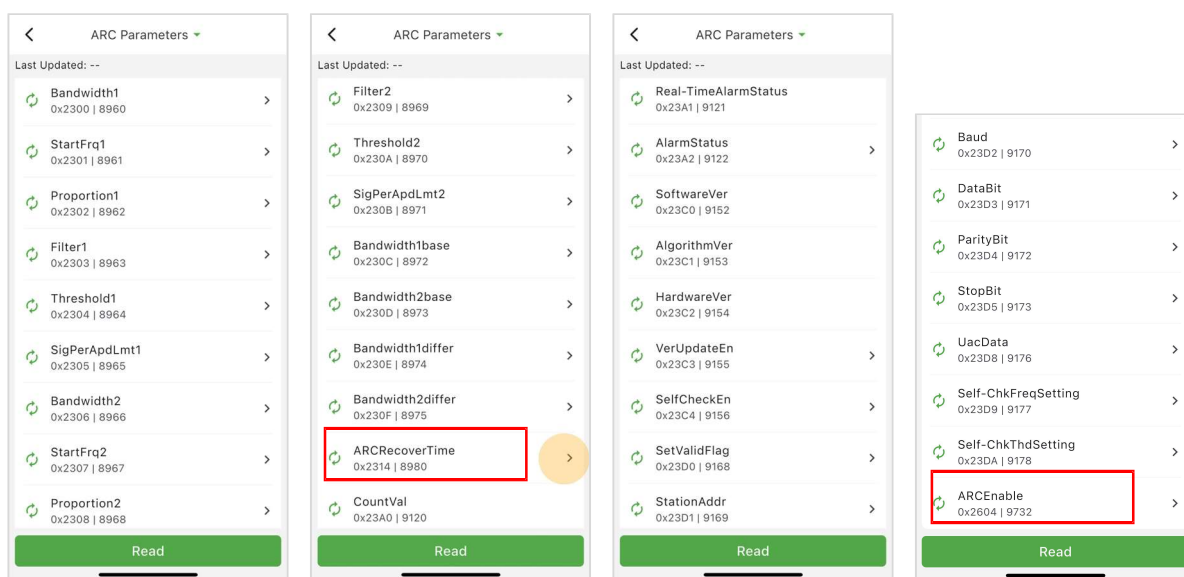
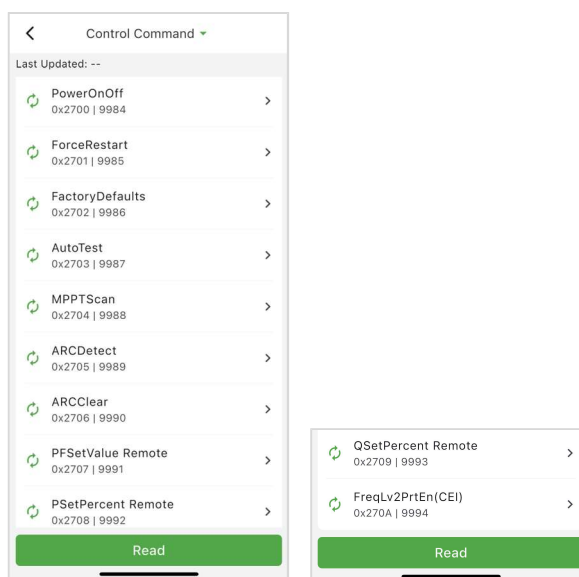

Fig. 6-21 Parâmetros ARC
Fig. 6-33 Comando de controle
Quando a proteção ARC é acionada, o dispositivo executará funções de reconexão automática cinco vezes em 24 horas. A duração entre essas tentativas de reconexão pode ser definida no item “ARC Recover Time” (como mostrado na Fig. 6-21). Se a proteção ARC for acionada pela quinta vez, você deverá limpar manualmente a falha ARC (consulte a Fig. 6-33 na seção 6.3.3.3.13). Em seguida, o dispositivo retomará a função de reconexão automática – reconectando cinco vezes em 24 horas, e será necessária uma inicialização manual.
- **ARC Clear:** Esta função é utilizada para desativar manualmente a proteção ARC da máquina (se a placa de rede 4G estiver conectada, esta função pode ser utilizada remotamente na página web). O dispositivo está pré-configurado para tentar a reconexão automática até cinco vezes em 24 horas (isso pode ser ajustado na área de parâmetros da interface ARC, consulte a Fig. 6-21). Se a proteção ARC for acionada pela quinta vez, você deverá limpar manualmente a falha para reativar o recurso de reconexão automática, que tentará se reconectar até cinco vezes nas próximas 24 horas.